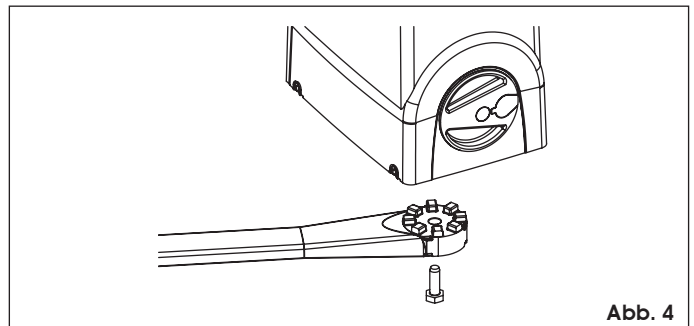

Abb. 4
4. Den Arm am Antrieb befestigen (siehe Anweisungen für den Antrieb, Abb. 4).